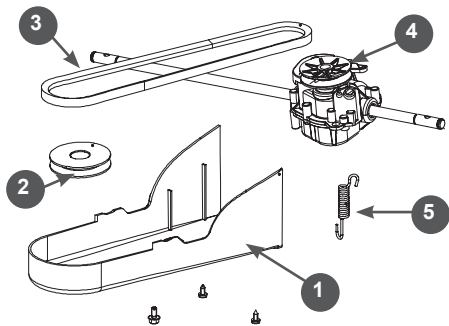

Рис.26. Обслуживание ремня привода
5. Открутите винты крепления и снимите кожух защитный ремня 1 (Рис. 26).
6. Медленно проворачивая коленчатый вал двигателя ручным стартером, внимательно осмотрите ремень 3 привода хода на наличие трещин, разрывов, отслоения корда (Рис. 26). При обнаружении повреждений ремень необходимо заменить.
2. Открутите винты крепления и снимите кожух 1 защитный ремня (Рис. 26).
3. Снимите ремень 3 со шкива двигателя 2 (Рис. 26).
4. Снимите ремень со шкива редуктора 4 (Рис. 26).
5. Установите новый ремень сначала на шкив редуктора, затем на шкив двигателя. После этого убедитесь, что пружина 5 на месте и держит ремень в натянутом состоянии (Рис. 26).